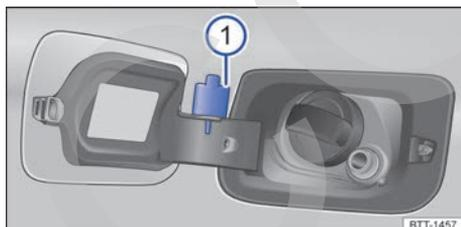

Fig. 135 Representación esquemática: tapón de la boca de llenado del depósito enganchado.
- Desenrosque el tapón del tanque en el sentido contrario al de las agujas del reloj y encájelo en el orificio previsto en la tapa → fig. 135.